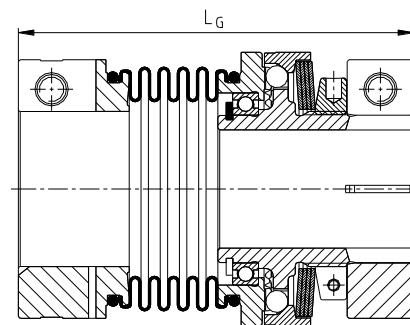

Bild 14: SYNTEX®-NC mit TOOLFLEX®
- Verschieben Sie die Aggregate in axiale Richtung, bis das L_G -Maß erreicht ist (siehe Bild 14, Tabelle 4).